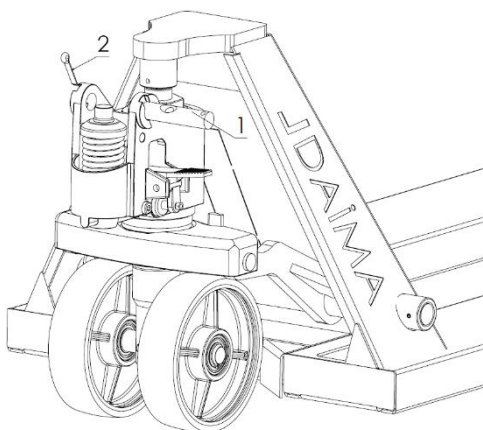

Abbildung 1
- Ziehen Sie den In Abbildung 1 nummerierten Anschlussstift des Hubarms mit der Nummer 1, und entfernen Sie ihn aus der Buchse.
- Befestigen Sie dann den Hubarm, indem Sie den Cotter-Stift (siehe Abbildung 1, Artikelnummer 2) durch die Löcher am Hubarm-Verbindungsschaft rechts und links einführen.